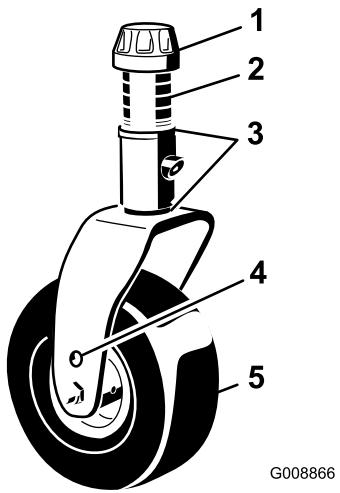

Bild 19
1. Stecken Sie die Laufradachsen in allen Gabeln in die gleichen Löcher (Bild 19 und Bild 21). Siehe die nachstehende Tabelle, um das richtige Loch für die jeweilige Einstellung festzustellen.
2. Entfernen Sie die Spannkappe von der Spindelwelle (Bild 19) und ziehen die Spindel aus dem Laufradarm heraus. Schieben Sie zwei Beilagscheiben (3 mm) so auf die Spindelwelle, wie sie ursprünglich montiert waren. Diese Beilagscheiben sind erforderlich, um alle Mähwerke über die Breite auf ein Niveau zu bringen. Schieben Sie die entsprechende Anzahl von Distanzstücken (13 mm) (siehe die nachstehende Tabelle) auf die Spindelwelle, um die gewünschte Schnitthöhe herbeizuführen; schieben Sie dann die Scheibe auf die Welle.